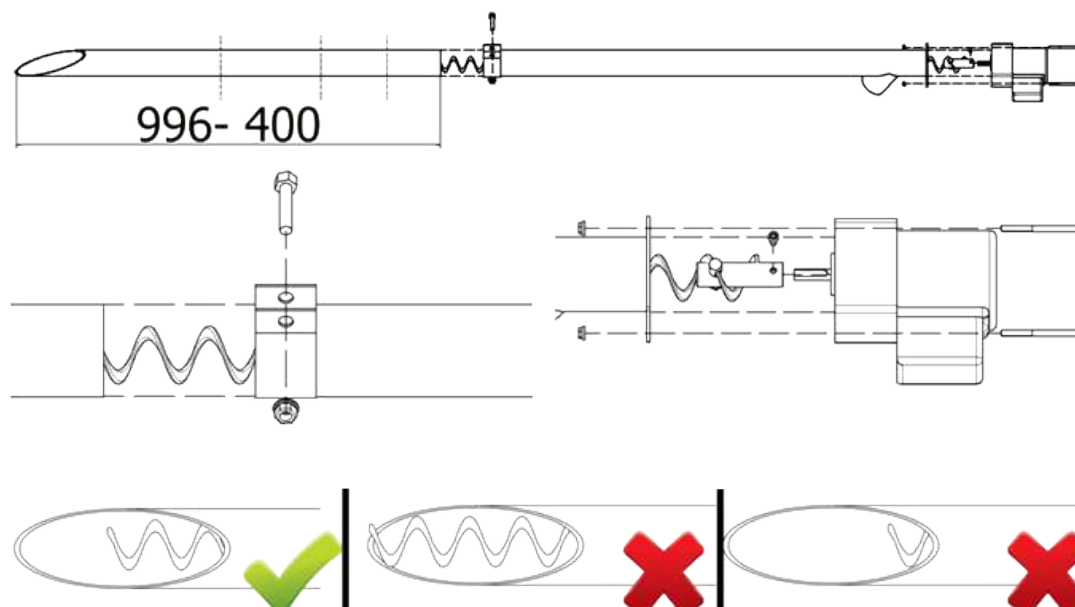

Рисунок 4. Схема установки винтового подающего устройства в штутцере бункера
- Д) отмерить и отрегулировать длину подающего устройства пеллет, не забывая при этом, что угол между основанием и трубой подающего устройства не должен превышать 45° (см. рис. 4);